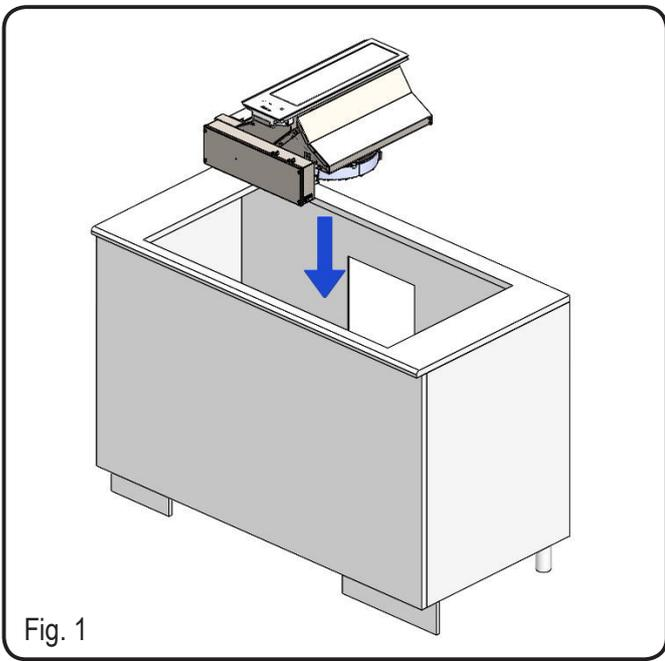

Fig. 1
4. Monter emhætten i udskæringen - sæt den i ovenfra (fig.1).